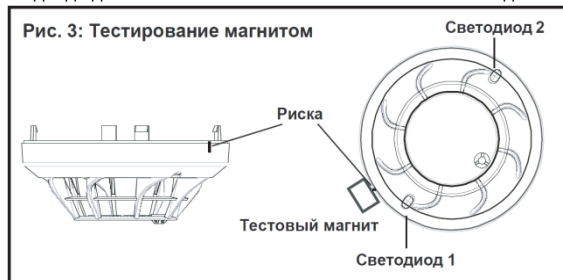

Рис. 3: Тестирование магнитом
- Поместите магнит (например, M02-24, заказывается отдельно) рядом с извещателем, как показано на рис.3, на расстоянии около 2 см от светодиода 1. В этом месте на крышке извещателя имеется двухмиллиметровая риска.